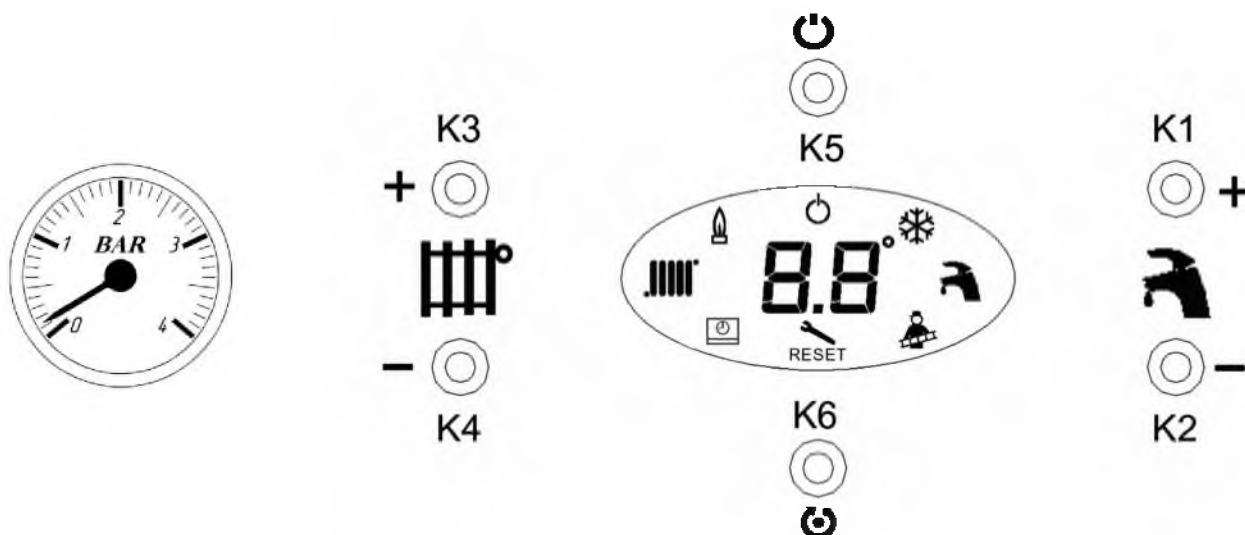

Рис. 4. Панель управления котлом
Всё управление котлом осуществляется с панели управления, внешний вид которой показан на Рис. 4. Если к котлу подключен выносной пульт, то управление осуществляется с него, кнопки панели управления не активны.
При подключении котла к сети электропитания, он автоматически входит в тот режим работы, в котором находился в момент отключения от сети. Смена режимов работы котла осуществляется нажатием на кнопку К5 на панели управления котлом (см. Рис. 4). Ниже представлена последовательность смены режимов работы котла.
- 4) включите котел, не открывая газовый кран, чтобы насос полностью удалил воздух из системы отопления. При этом давление может снизиться до 1 бар и котел выдаст ошибку 04 (недостаточное давление воды в контуре отопления). Для сброса ошибки необходимо нажать кнопку К6 (RESET) (см. Рис. 4, стр. 15).